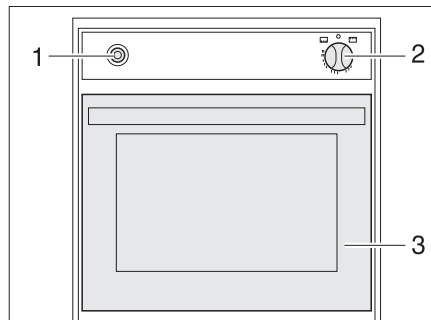

Bild 314 Gasugn (Spinflo)
- Öppna ugnsluckan (Bild 314,3) helt.
- Tryck lätt på vridregulatorn (Bild 314,2) och ställ den på "🔥" (ugn) eller "GRILL" (grill).
- Tryck på vridregulatorn (Bild 314,2) under 5 till 10 sekunder. Gasen strömmar till brännaren.
- Tryck på tändaren (Bild 314,1) tills lågan tänds.
- Ställ vridregulatorn (Bild 314,2) på "○". Flammen slocknar.